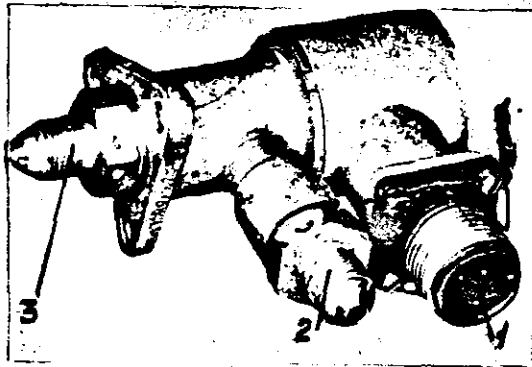

Рис. 33. Электромагнитный клапан пускового топлива:
2. Отсоедините от штуцера 2 (рис.33) трубопровод подвода топлива.